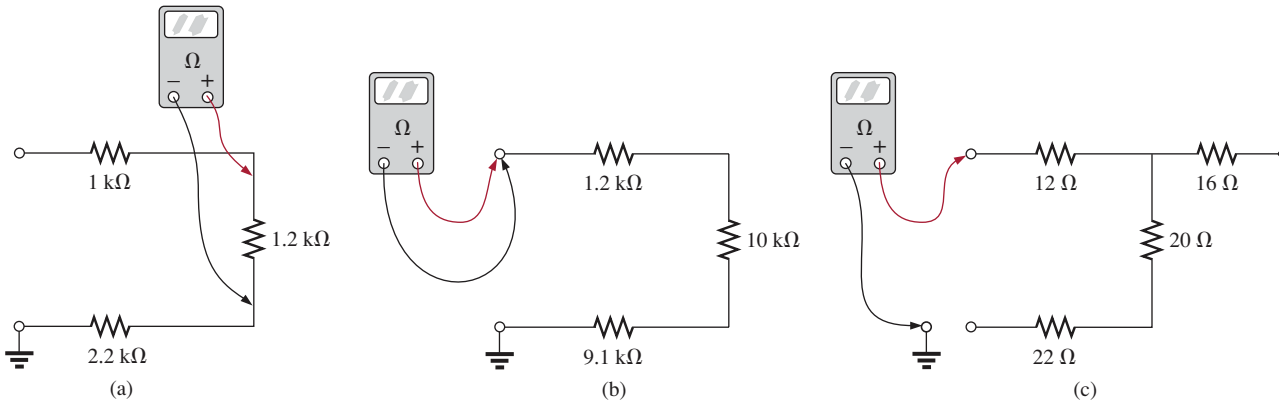

FIG. A4.91
7. ¿Cuál es la lectura del óhmetro en cada configuración de la figura A4.91?